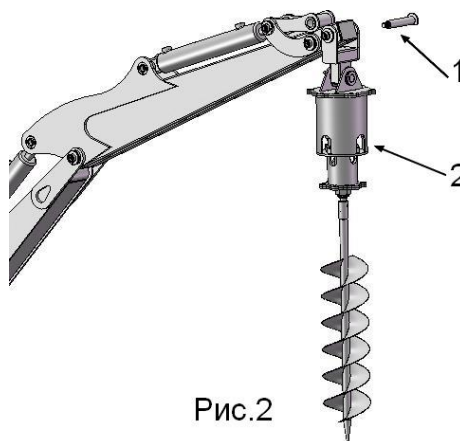

Рис.2
- при помощи пальца (поз.1 рис. 2) навесить узел привода вращения ямобура (поз.2 рис.2) на стрелу экскаватора.